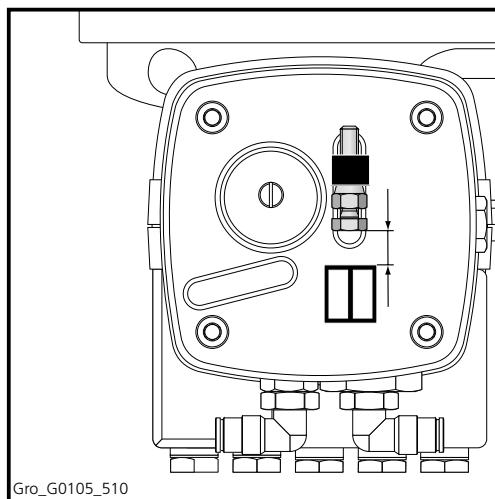

Fig 5.11 Vite di regolazione
3. Agendo sui freni del veicolo, verificare che la vite di regolazione dello stantuffo di azionamento del freno non si trovi nel punto terminale (Fig 5.11).